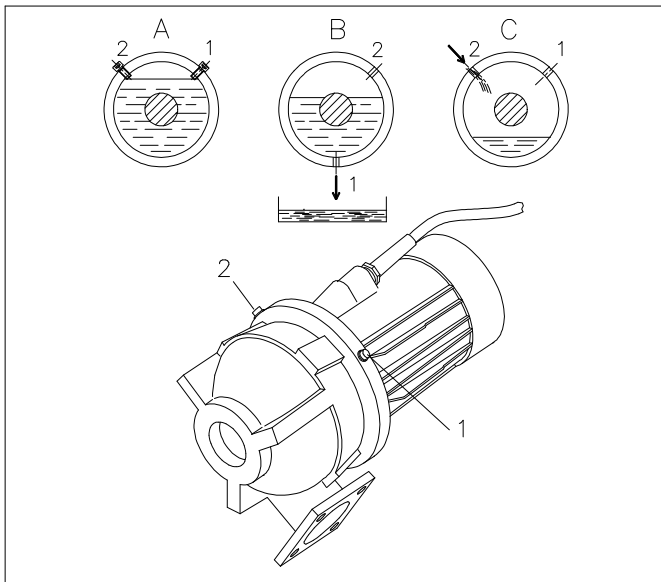

Fig. 7.7
Plaats de pomp horizontaal met de olie aftapplug (1) in de onderste stand (fig. 7.7. positie B).
Draai de pomp terug in de oorspronkelijke positie. (fig 7.7. positie C)
Vul het oliereservoir met nieuwe olie, tot het olieniveau zich juist onder het vulgat bevindt. (fig 7.7. positie A)